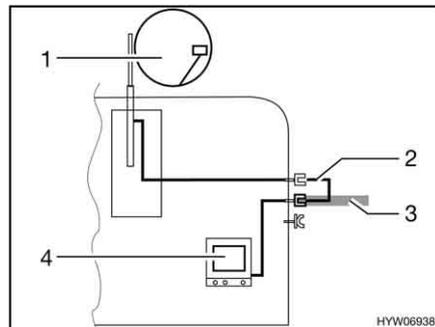

Fig. 123 TV en el vehículo
- TV en el vehículo (Fig. 123,4): Conexión a la antena del techo (Fig. 123,1) con el cable de conexión (Fig. 123,2)
- TV en el vehículo (Fig. 123,4): Conexión a antena externa (Fig. 123,3)